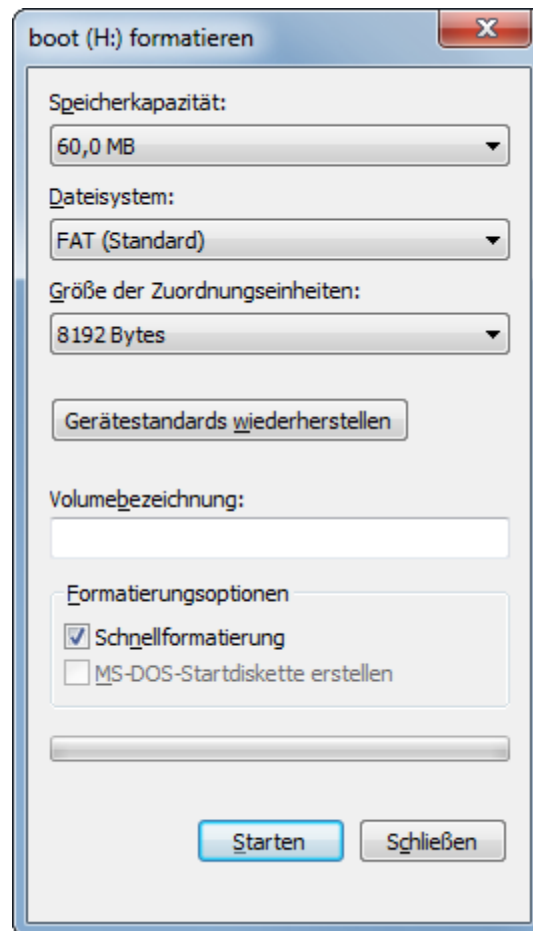

Abbildung 5 - microSD(HC) Karte formatieren
2.1 microSD(HC) Karte formatieren
Die microSD(HC) Karte muss zunächst formatiert werden. Dazu wird die Speicherkarte mit dem Computer verbunden. Anschließend Computer (ehemals Arbeitsplatz) unter Windows öffnen, Rechtsklick auf die Speicherkarte dort und schließlich „Formatieren...“ anklicken. Dann öffnet sich ein Fenster wie in Abbildung 5 gezeigt.